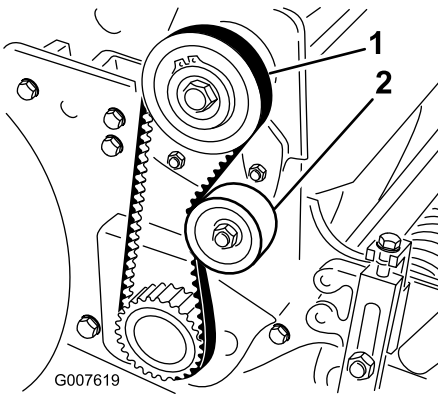

図 39
2. プーリ間の中央部（図 39）でベルトを 18-22 N (1.8-2.2 kg) 程度の力で押して点検する。ベルトのたわみが 6 mm あれば適正とする。
- A. アイドラプーリ固定ナットをゆるめ、プーリを右に回してベルトの背に押しつけて、適当な張りを出す（図 39）。